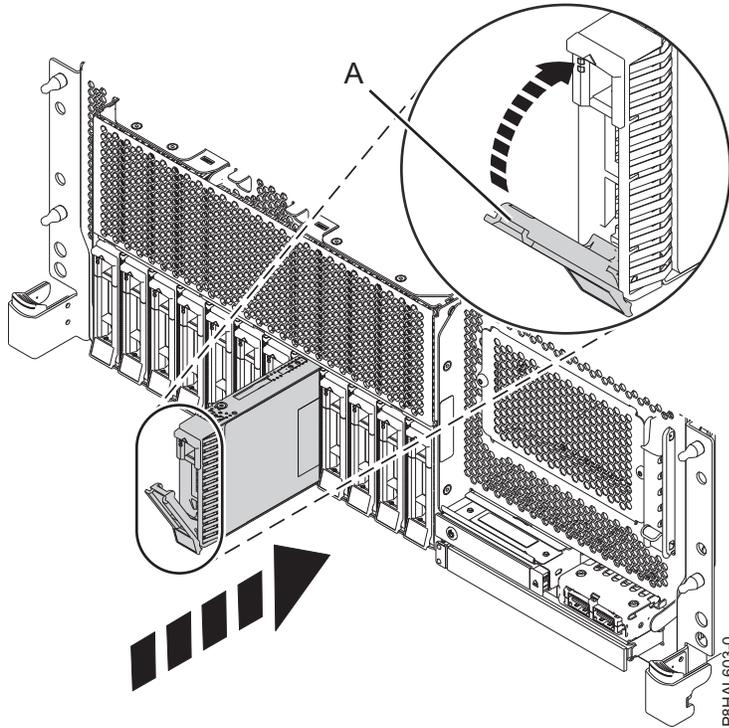

Abbildung 34. Plattenlaufwerk in einem Einschubsystem mit Basisfunktionen installieren
4. Entriegeln Sie den Griff (A) des Laufwerks, indem Sie ihn zusammendrücken und zu sich hin nach außen ziehen. Wird der Griff nicht ganz nach außen gezogen, lässt sich das Laufwerk nicht in das System einschieben. Siehe Abb. 34 auf Seite 41, Abb. 35 auf Seite 41, Abb. 36 auf Seite 42 und Abb. 37 auf Seite 43.
9. Wenn die Kennzeichnungs-LED leuchtet, ohne zu blinken, schieben Sie das Laufwerk ganz in das System ein und drücken den Griff des Laufwerks (A) ein, bis er einrastet. Siehe Abb. 34 auf Seite 41, Abb. 35 auf Seite 41, Abb. 36 auf Seite 42 und Abb. 37 auf Seite 43.